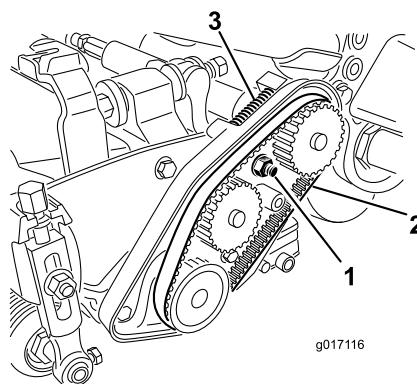

Figura 48
- A. Desaperte a porca de montagem da estrutura do rolamento (Figura 48).
- C. Limpe quaisquer resíduos dentro do compartimento da correia e à volta da mola de compressão (Figura 48).